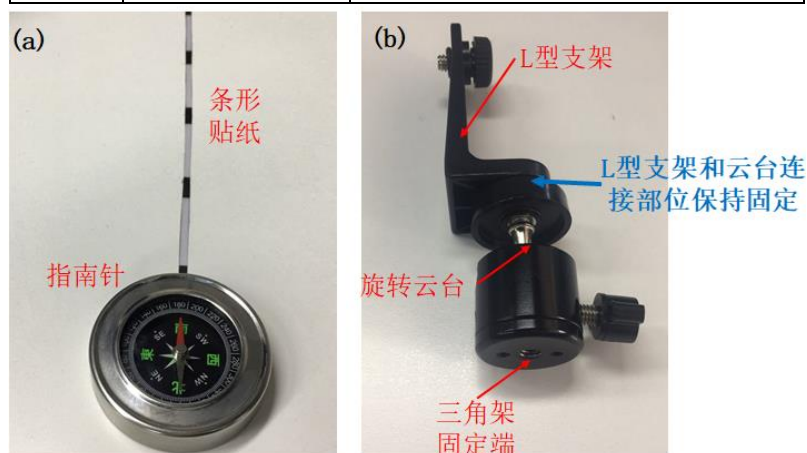

图 1-1 配套硬件配图
- 南北方向确定。选择开阔的平台（水平），周围至少 20cm 内没有铁磁性物体或手机。放置指南针，等指针稳定后，在南北方向粘贴条形贴纸，见图 1-1(a)。贴纸后，指南针可去除。
- 组装支架。L 型支架需要固定在旋转云台上，连接部位在整个标定过程中需要拧紧固定。旋转云台底部有的三脚架固定端预留的螺丝孔，见图 1-1(b)。